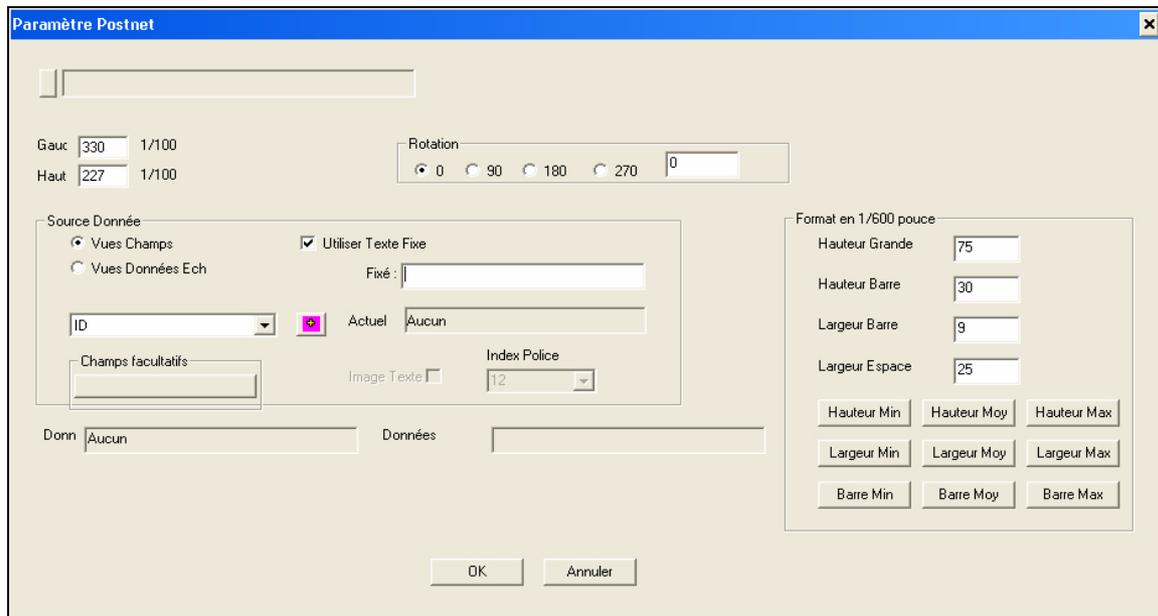

Figure 4-21: Ecran de Paramétrage Code-Barre
- 5 Lorsque l'écran *Type de Code-Barres* s'ouvre, sélectionner le type de code-barres depuis le menu déroulant (voir Figure 4-21 page 4-18).